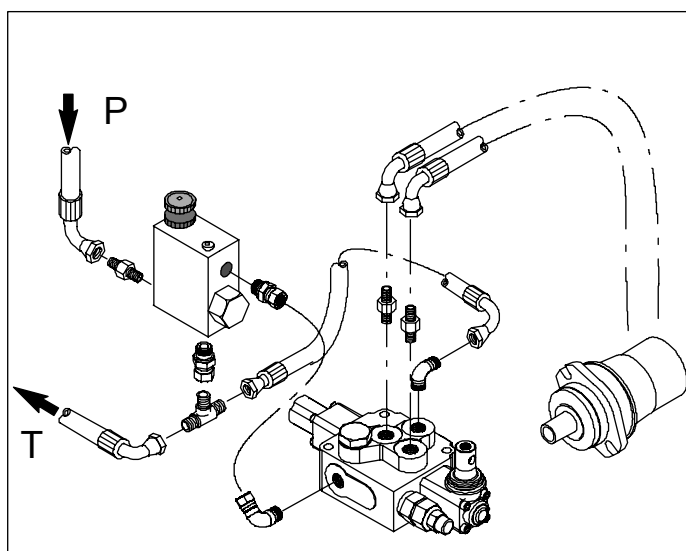

Fig 4b. Hydraulikktilkobling
5. Koble returslangen til en hydraulikkventil med fri retur eller direkte til oljetanken. Det anbefales å montere et oljefilter på returslangen. Se fig 4b.